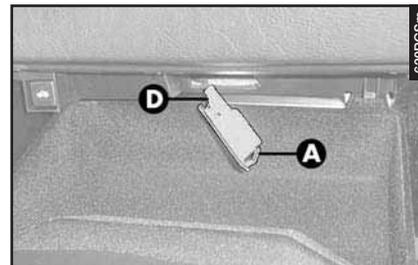

fig. 76
– Estrarre la plafoniera spingendo con un cacciavite sulla molletta (**A-fig. 76**).
- Rimontare la plafoniera inserendola prima dal lato (**D-fig. 76**) e quindi premendo sull'altro lato fino ad avvertire lo scatto di blocco della molletta.